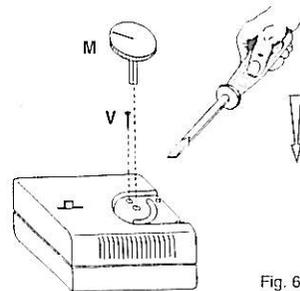

Fig. 6
- Cerrar el termostato, fijar la tapa con el tornillo V (fig. 6) e insertar el mando M de regulación de la temperatura.
- Retirar con un destornillador el mando de regulación (como se indica en la fig. 6).